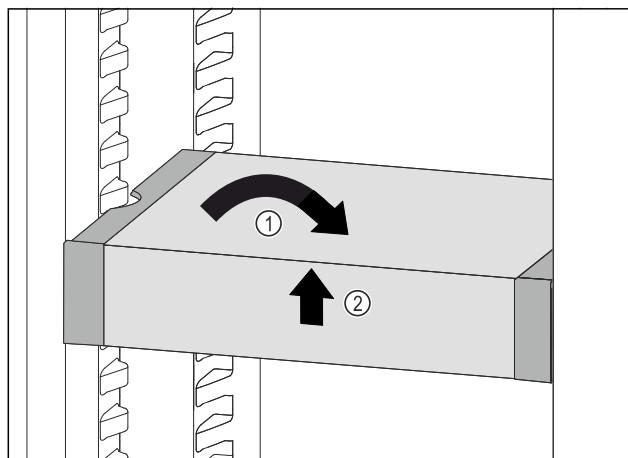

Fig. 90
- ▶ VarioSafe postavte rovno. Fig. 90 (1)
- ▶ VarioSafe nadvihnite vpriedu. Fig. 90 (2)